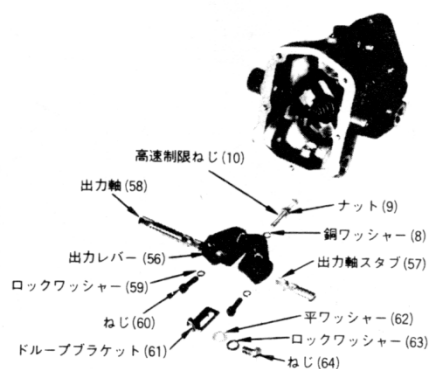

図3-26. 出力レバー出力軸配列図
20. 速度ドループブラケット、出力レバー、出力軸をケースに組み込む。図3-26, 3-27参照。